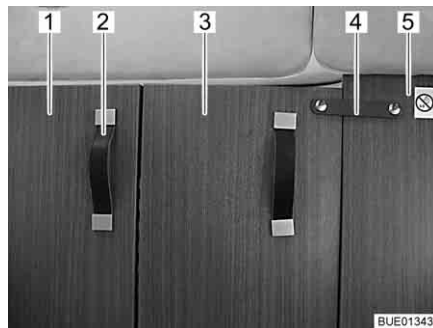

Fig. 57 Separación de la cabina del conductor, cerrada
- Tirar de la separación de la cabina del conductor (Fig. 57,1) con el asidero (Fig. 57,2) completamente hacia atrás.
- Fijar la parte plegable de la separación de la cabina del conductor (Fig. 57,3) con la cinta de seguridad (Fig. 57,4) en la pared intermedia fija (Fig. 57,5), por detrás del asiento del acompañante.